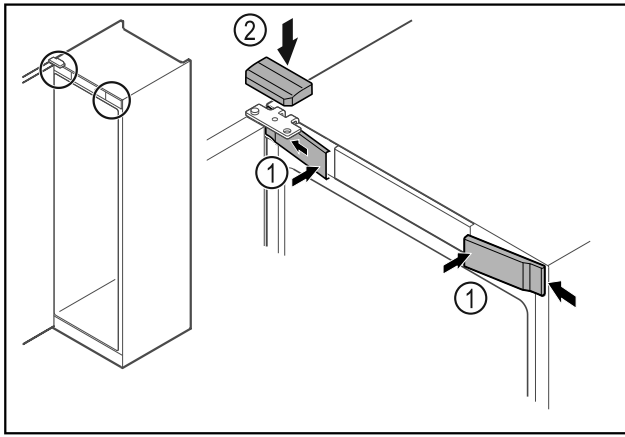

Fig. 63
- ▶ Kiinnitä etusuojukset Fig. 63 (1) sivulta ja lukitse paikalleen.
- ▶ Paina ylempi suojus Fig. 63 (2) yläkautta paikalleen.